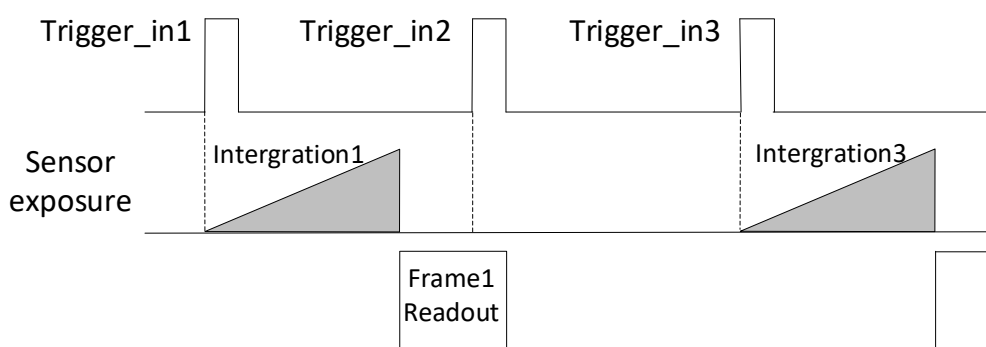

图4-16 第2帧被过滤时序
- 不启用触发缓存使能：第 2 个触发信号直接被过滤，不做处理，如图 4-16 所示；